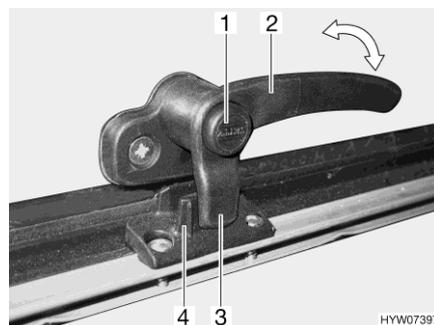
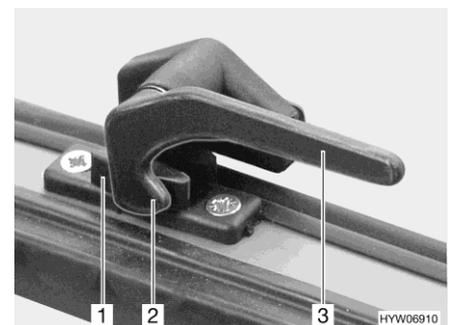

Fig. 78 Levier de verrouillage avec bouton de sécurité en position "Fermé"
Fig. 79 Levier de verrouillage en position "Fermé"
- S'il existe, appuyer sur le bouton de sécurité (Fig. 78,1) et le maintenir enfoncé.
- Tourner le levier de verrouillage (Fig. 78,2 ou Fig. 79,3) d'un quart de tour vers le centre de la fenêtre.
- Tourner le levier de verrouillage (Fig. 78,2 ou Fig. 79,3) d'un quart de tour vers le cadre de la fenêtre.
Le tenon de verrouillage (Fig. 78,3 ou Fig. 79,2) du levier de verrouillage repose complètement sur le côté intérieur du verrouillage de fenêtre (Fig. 78,4 ou Fig. 79,1).
- En position "Fermé" (Fig. 78 et Fig. 79)